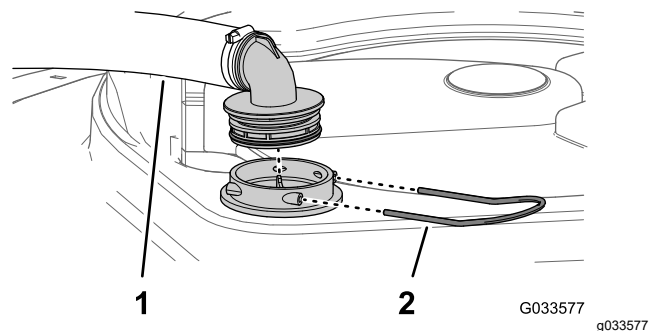

Figure 107
2. Au sommet de la cuve du pulvérisateur, retirez l'étrier qui fixe le raccord de flexible sur le grand flexible et le logement du filtre (Figure 107).
3. Retirez le flexible et le raccord du logement du filtre (Figure 107).